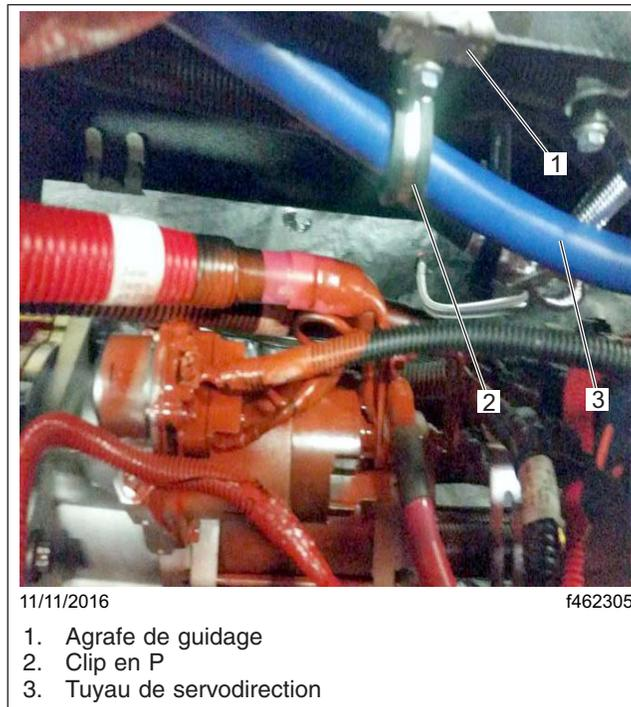

Fig. 1, Tuyau de servodirection avec clip en P (corps retiré pour plus de clarté sur l'illustration)
- 6.1 Si le flexible hydraulique de la direction assistée est maintenu en place par un clip en P à proximité du goujon de démarreur, aucune intervention n'est nécessaire. Reportez-vous à la figure 1. Nettoyez un emplacement sur l'étiquette de base (formulaire WAR259). Écrivez le numéro de rappel FL762 sur un autocollant de parachèvement (formulaire WAR260) et apposez-le sur l'étiquette de base.
2. À l'aide d'un clip en P, un boulon, un écrou et une rondelle, fixez le tuyau flexible de la direction assistée sur l'agrafe de guidage. Reportez-vous à la figure 1. Serrez l'écrou à 813 N·cm (72 lbf·po).